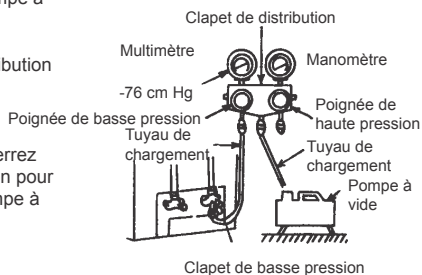

Fig. 10
8. Serrez le couvercle du clapet de basse pression. (Comme indiqué sur la figure 10).